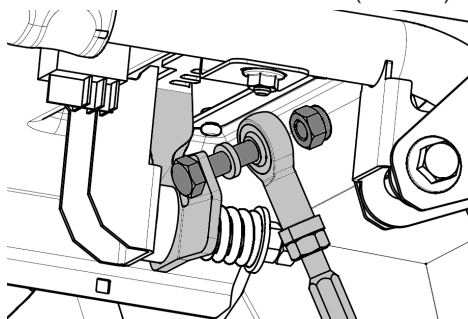

Рис. 10. Установка тяги рычага переключения передач (верхний конец)
- Соедините верхний конец тяги с рычагом переключения передач. Вставьте в отверстие в рычаге болт М8×30, далее установите на болт дистанционную алюминиевую шайбу М8, наконечник тяги и закрутите гайку М8 с неметаллической вставкой (Рис. 10).